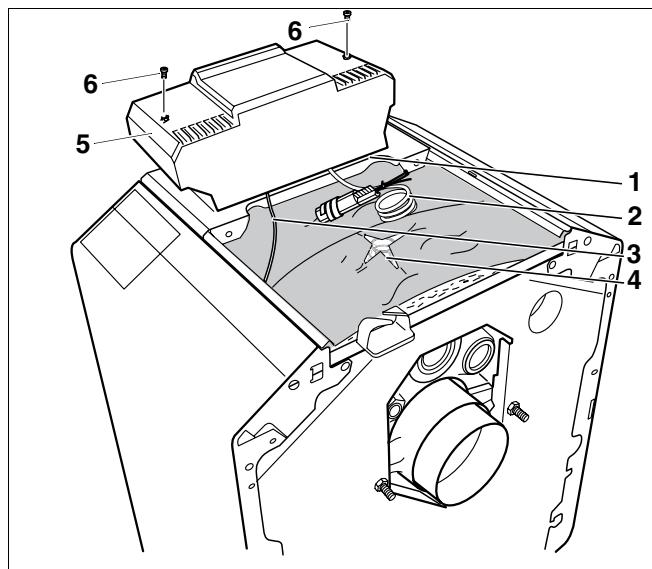

Fig. 26 Føring og tilslutning af ledninger
- Før kapillarrør og følerledning (fig. 26, **pos. 2**) hen til målestedet (fig. 26, **pos. 4**).
- Rul den overskydende del af kapillarrørene og følerledningerne (fig. 26, **pos. 2**) sammen, og læg den på kedelkroppens isolering.
- Før brænderkablet (fig. 26, **pos. 3**) gennem kabelgennemføringen i den forreste topplade (fig. 26, **pos. 1**) og hen til instrumentpanel.
- Tilslut brænderkablet (fig. 26, **pos. 3**) på instrumentpanel i overensstemmelse med teksten på klemrækken.
- Sæt instrumentpanel kappe (fig. 26, **pos. 5**) på instrumentpanel.
- Fastgør kappen (fig. 26, **pos. 5**) på instrumentpanel med skruerne (fig. 26, **pos. 6**).